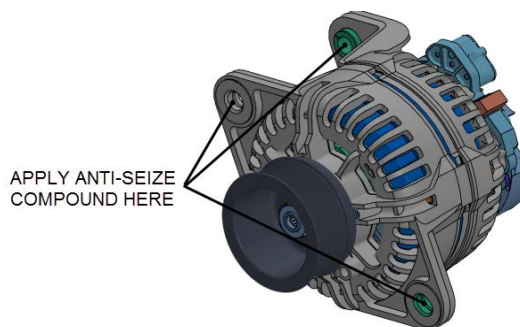
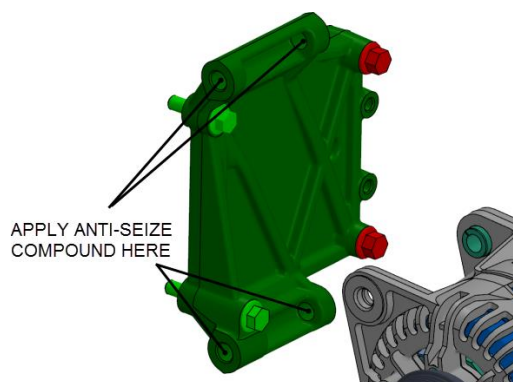

FIGURE 14
FIGURE 15
20. Appliquer du composé anti-grippage (anti-seize compound) (Prevost p/n: 680335) à l'intérieur des œilletons de montage des alternateurs (FIGURE 14) et à l'intérieur des douilles du support d'alternateur (FIGURE 15).